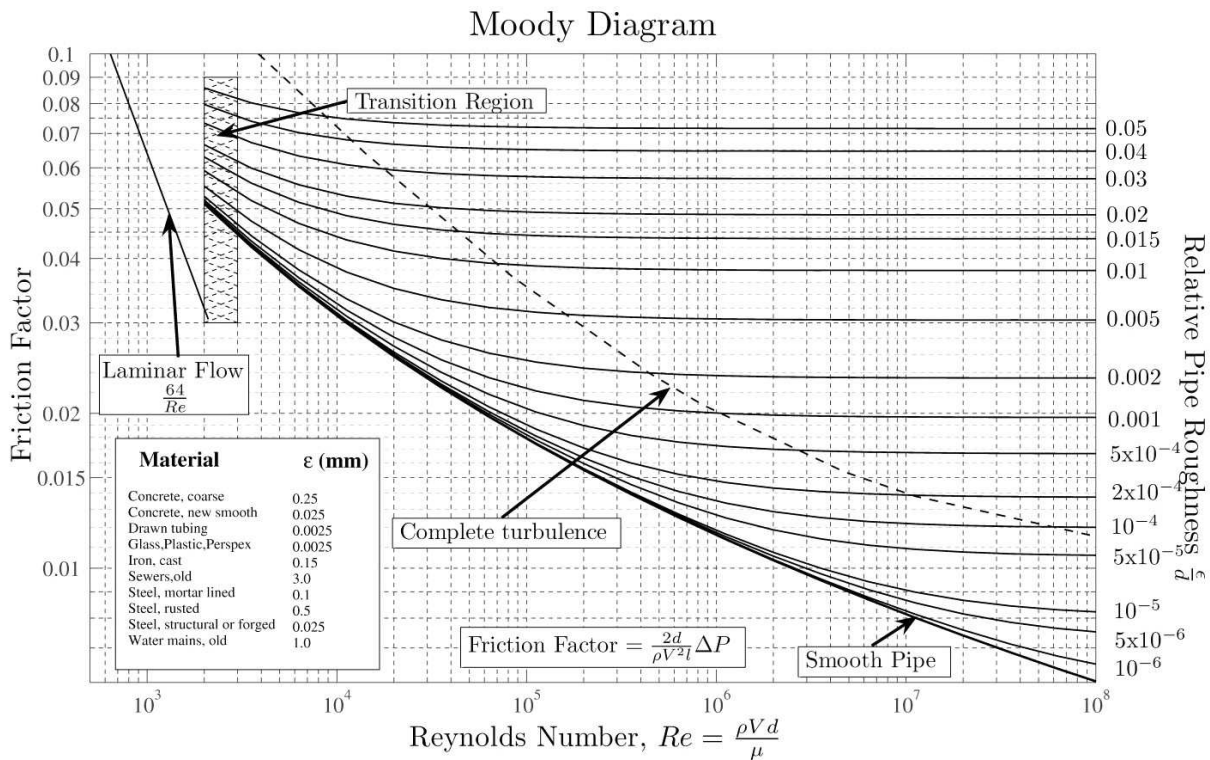

Figure 1.78: Abaque de Moody.
- Calculer le nombre de Reynolds. L'hypothèse d'un écoulement laminaire est-elle justifiée. Bernoulli avec pertes de charge régulières (abaque de Moody figure 1.78).